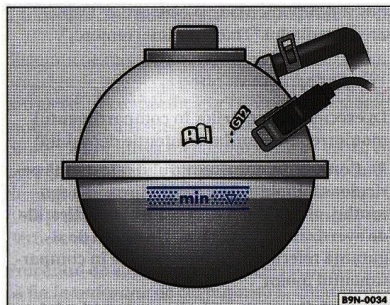

Fig. 9 În compartimentul motorului: Marcaj pe vasul de expansiune al lichidului de răcire
- Verificați nivelul lichidului de răcire când motorul este rece în funcție de marcasele de pe vasul de expansiune ⇒ fig. 9.
- Atenție, nivelul lichidului de răcire trebuie să se încadreze în marcaj ⇒ fig. 9, cel puțin deasupra marcajului "min". Nu completați peste marginea superioară a domeniului marcat.
Când motorul este cald, nivelul lichidului de răcire se poate afla și deasupra marginii superioare a marcajului ⇒ fig. 9.
Adăugați lichid de răcire numai când motorul este rece și numai până la marginea superioară a zonei marcate ⇒ pagina 48, fig. 9²². Surplusul de lichid de răcire va fi eliminat din sistemul de răcire la încălzirea acestuia.